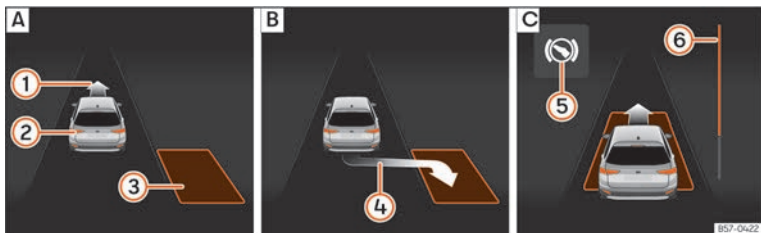
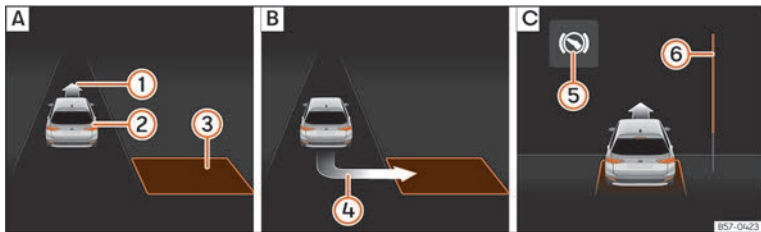

Fig. 128 A la pantalla del quadre d'instruments: aparcar en línia. **A**: Cercar un espai d'aparcament. **B**: Posició per a aparcar. **C**: Maniobrar.
Fig. 129 A la pantalla del quadre d'instruments: aparcar en bateria. **A**: Cercar un espai d'aparcament. **B**: Posició per a aparcar. **C**: Maniobrar.
- Mireu la visualització de la pantalla del quadre d'instruments si s'ha detectat l'espai en qüestió com a "apropiat" i si s'ha arribat a la posició correcta per aparcar-hi >>> fig. 128 **B** o
>>> fig. 129 **B**. L'espai es considera "apropiat" si a la pantalla del quadre d'instruments hi apareix la indicació d'aparcar ④.
- Retrocediu fins que soni el senyal continu del ParkPilot; **O BÉ:** retrocediu fins que a la pantalla del quadre d'instruments aparegui la indicació de fer marxa endavant »» fig. 128 [C] o »» fig. 129 [C]; **O BÉ:** retrocediu fins que a la pantalla del quadre d'instruments aparegui el missatge **Park Assist finalizado**. La barra de progrés [6] indica la distància que cal recórrer.
- Feu marxa endavant fins que soni el senyal continu del ParkPilot; **O BÉ:** feu marxa endavant fins que a la pantalla del quadre d'instruments aparegui la indicació de fer marxa enrere. El sistema d'aparcament assistit dirigeix el vehicle marxa endavant i marxa enrere fins a centrar-lo en l'espai buit »» fig. 128 [C] o »» fig. 129 [C].
La barra de progrés »» fig. 128 [6] i »» fig. 129 [6] mostra simbòlicament a la pantalla del quadre d'instruments la distància relativa que queda encara per recórrer. Com més gran és la distància, més plena és la barra de progrés. En circular marxa endavant, el contingut de la barra de progrés disminueix cap amunt, i en circular marxa enrere, disminueix cap avall.